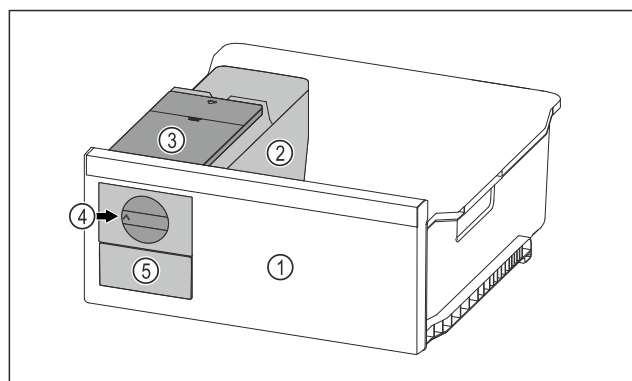

Fig. 70 Beispielfhafte Darstellung
- Drehknopf Fig. 70 (4) im Uhrzeigersinn bis zum Anschlag drehen.
- Eiskubel fallen aus der Eiskubel-schale in das Eiskubel-schubfach Fig. 70 (5). Wenn sich nicht alle Eiskubel aus der Eiskubel-schale herauslösen: